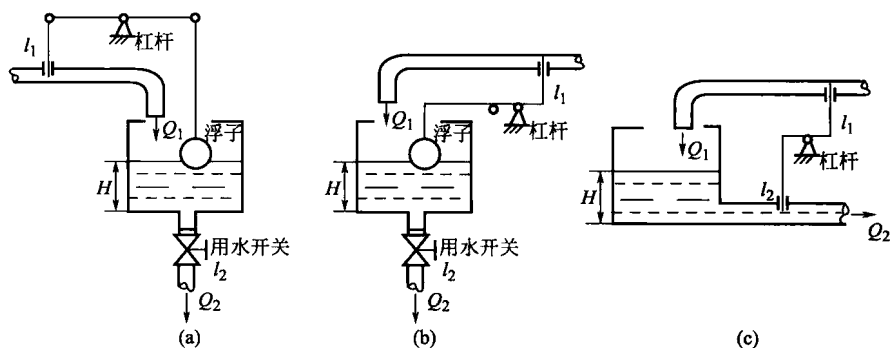

图 1-12 水箱液位控制系统
7. 图 1-12(a)、(b) 和 (c) 所示为水箱液位控制系统的三个不同控制方案。试说明其工作原理有何不同，画出系统方框图。